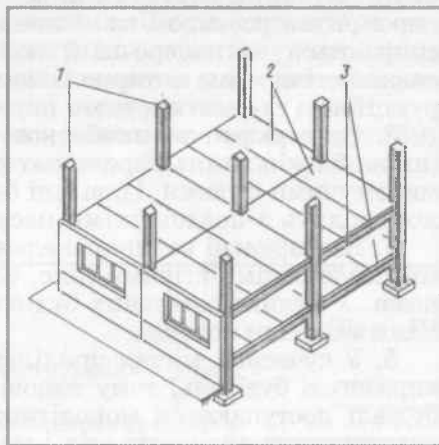

Рис. 36. Каркасна будівля:
1. Основні несучі елементи (фундаменти, стіни, окремі опори, перекриття, покриття) складають несучий каркас будівлі. Сукупність цих елементів має забезпечувати сприйняття всіх навантажень, що впливають на будівлю, а також просторову жорсткість і стійкість будівлі. На рис. 36 показана каркасна будівля.